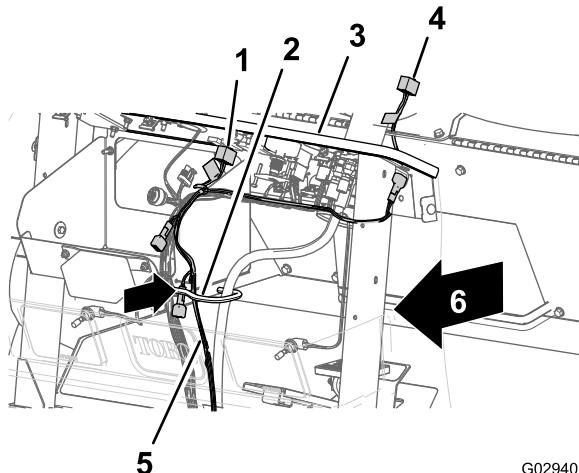

Figura 14
3. Encaminhe a secção de 240 cm da cablagem do painel de instrumentos através do olhal na abertura do anteparo frontal e entrada do cabo e gancho do tubo (Figura 14).